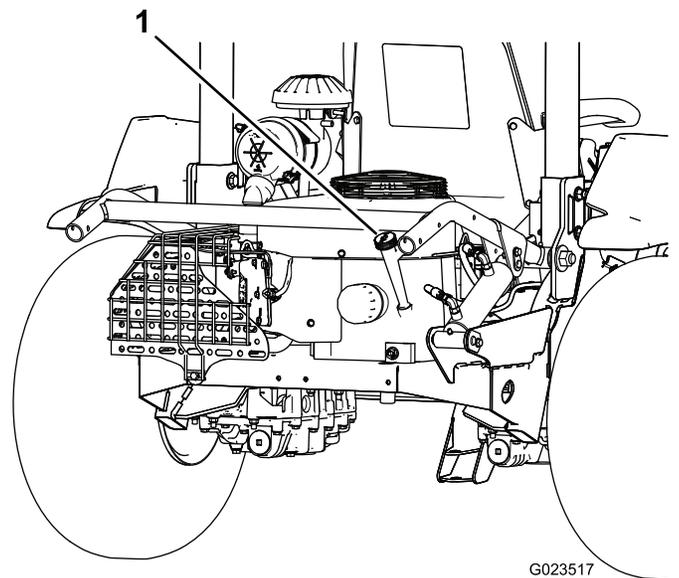
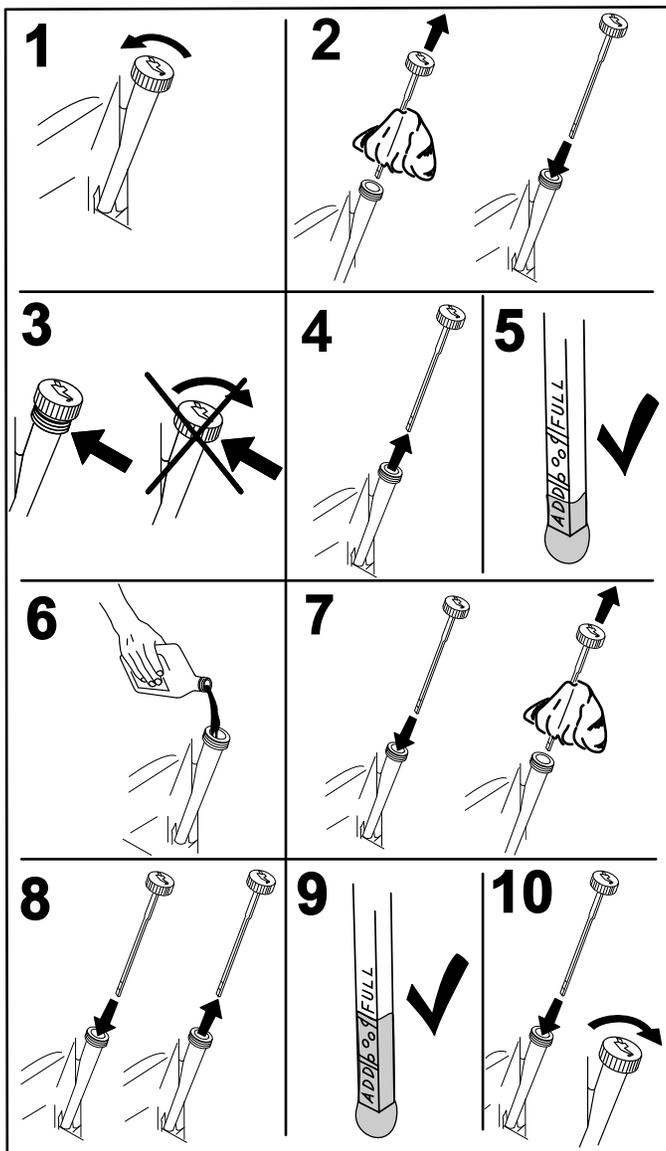

図 15
図 16
3. ディップスティック 図 15 を抜きウェスで一度きれいに拭く 図 16。